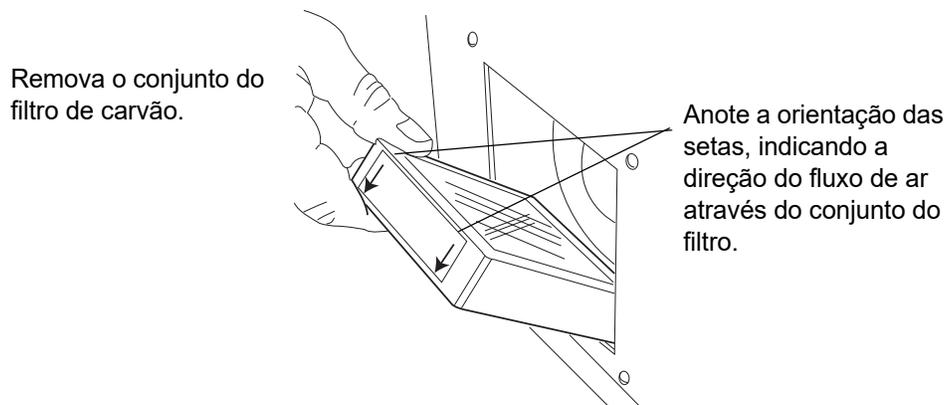

Figura 4-10 Remover o filtro de carvão
2. Puxe o filtro de carvão para o retirar do processador. De salientar que a parte superior do filtro tem uma etiqueta, com setas que indicam a direção do fluxo de ar através da unidade. As setas apontam para fora, em direção à parte traseira do processador. (Consulte a Figura 4-10).